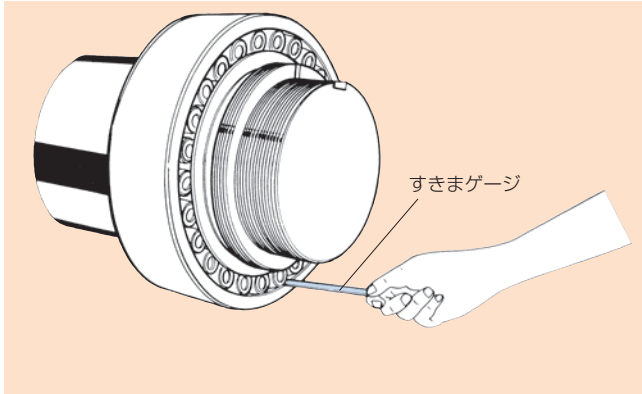

図29
(1) 軸受は取付け前のフリーの状態（締付け前）でラジアル内部すきまをすきまゲージで測定します（図29参照）。軸受"すきま"は円周上3箇所以上を測定し、平均値を採ります。